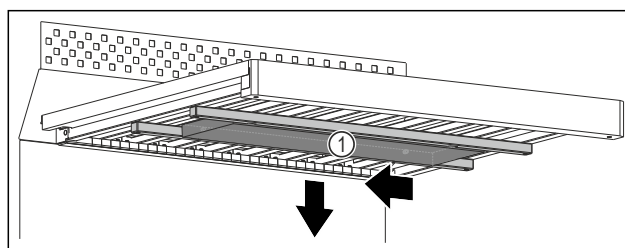

Fig. 160
- Spostare la vaschetta dell'acqua Fig. 160 (1) verso sinistra.
- Rimuovere la vaschetta dell'acqua Fig. 160 (1) verso il basso.